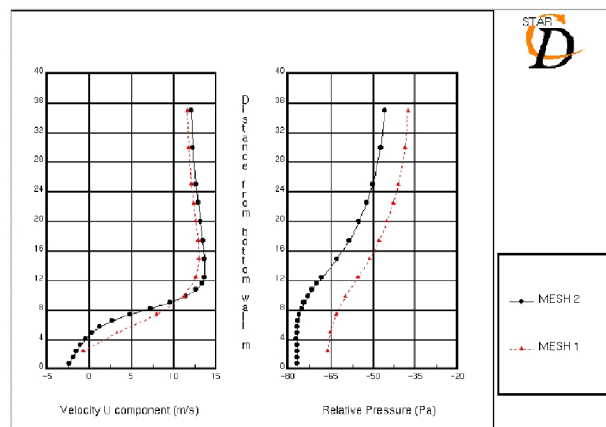

Рис. 9.2. Графическое сравнение результатов на разных сетках
- Графики зависимостей $X-V$ (см. рис. 9.2)